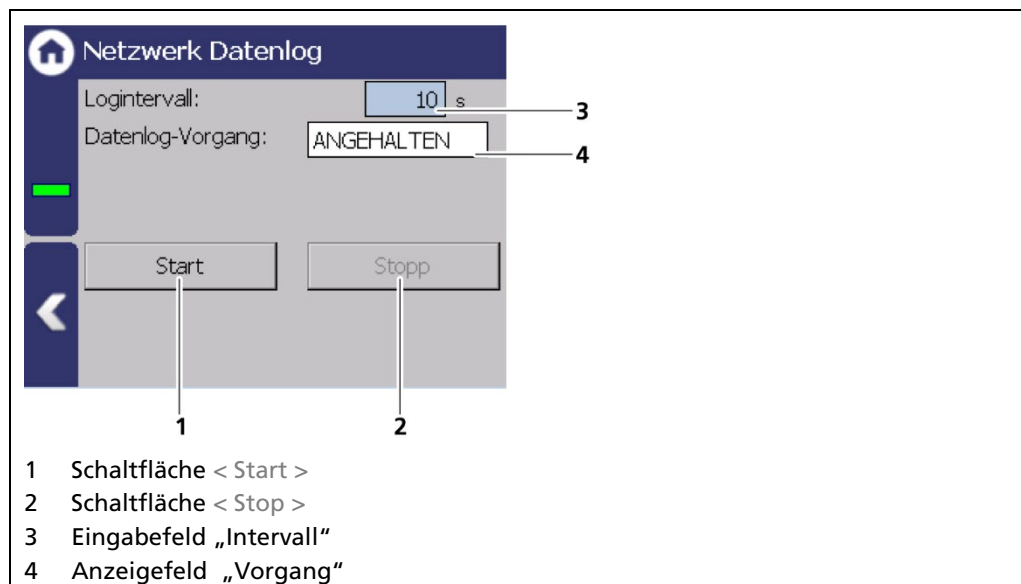

Abb. 141 Netzwerk Datenlog (gestoppt)
4. Klicken Sie auf das Eingabefeld „Logintervall“ (Abb. 141, Pos.3) und geben Sie einen Intervall ein.
5. Starten Sie den Netzwerk Datenlog (Abb. 141, Pos.1).